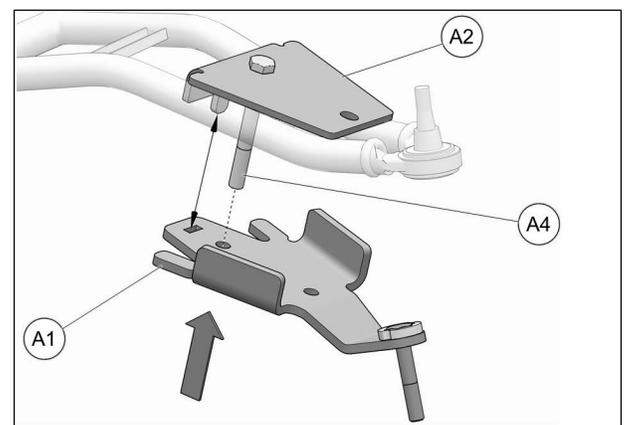

Fig. 19
6. Positionner la partie inférieure de l'ancrage (A1) sous le bras de suspension inférieur. Soulever l'arrière de l'ancrage (A1) et engager sur le boulon (A4) déjà installé dans la partie supérieure (A2). Assurez-vous que le tenon est bien inséré dans la mortaise. Voir la Fig. 19